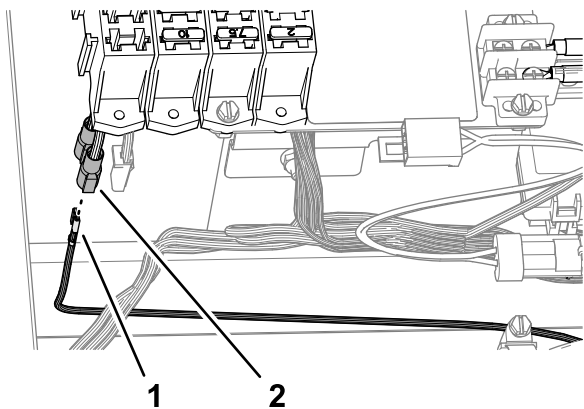

Figura 20
3. Enchufe el conector plano aislado con la etiqueta OPTIONS POWER (alimentación opcional) del bloque de fusibles en el terminal plano con la etiqueta HORN POWER (alimentación del claxon) del arnés de cables del kit (Figura 20).